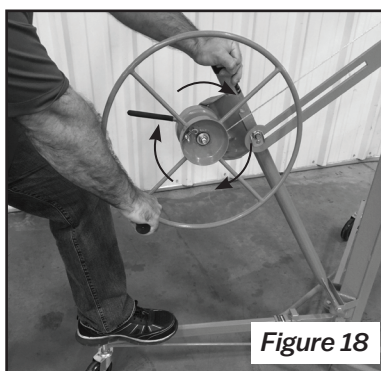
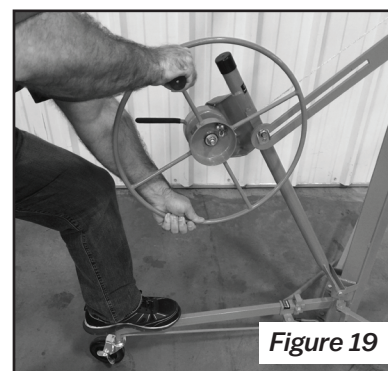

Figure 18
Figure 19
1. Appuyer fermement sur la jambe arrière avec votre pied et tenir la barre avec votre main libre pour améliorer la stabilité (figure 18).
2. Faire tourner la roue du treuil dans le sens indiqué par la figure 18. En cas de charges plus lourdes demandant un effort supplémentaire de rotation, mettre les deux mains sur la roue comme illustré par la figure 19.